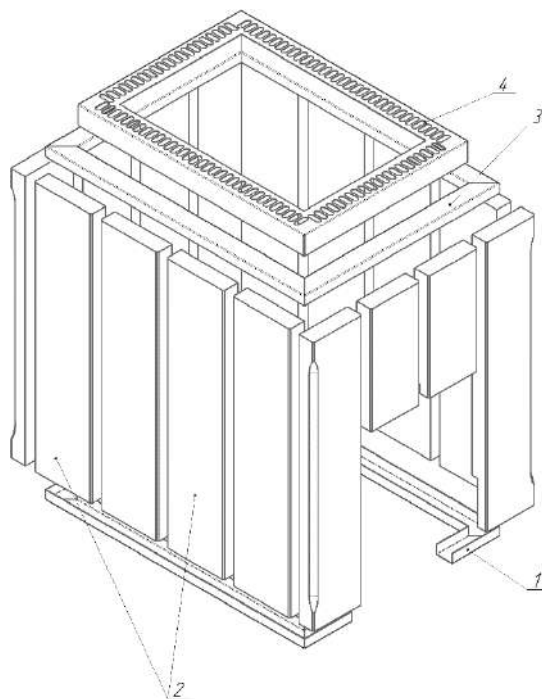

Рис.18 Схема сборки декоративно защитного ограждения печи Калита
2.3.7.1 На предварительно смонтированный топочный агрегат установить рамку поз.1 рис.18
2.3.7.2 В паз рамки аккуратно установить камни согласно схеме сборки см. рис.18 Обратите внимание на расположение камней с фасками. Они должны располагаться по углам ограждения. Во избежание падения камней при сборке, для их фиксации рекомендуется использовать резиновый жгут.
2.3.7.3 Установить верхнюю рамку поз.3, рис.18 и декоративную рамку поз.4, рис.18